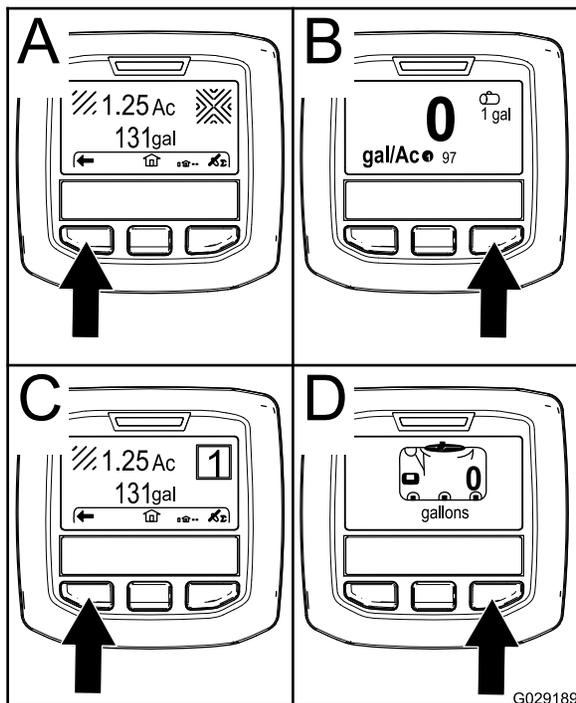

Рисунок 61
- Правая кнопка выбора: **Общая площадь, обработанная опрыскивателем** (A на Рисунок 61)
- Правая кнопка выбора: **Интенсивность опрыскивания** (B на Рисунок 61)
- Левая кнопка выбора: **Частичная площадь, обработанная опрыскивателем** (C на Рисунок 61)
- Левая кнопка выбора: **Объем жидкости в баке** (D на Рисунок 61)